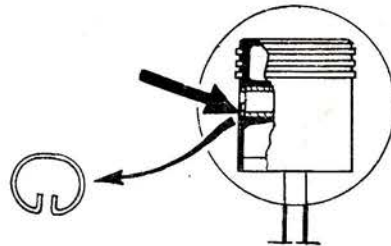

Рис. 10
14. Плоскогубцами «утинный нос» сжать усики стопорного кольца пальца поршня (рис. 10), вынуть кольцо из выточки, вытолкнуть палец и снять поршень.